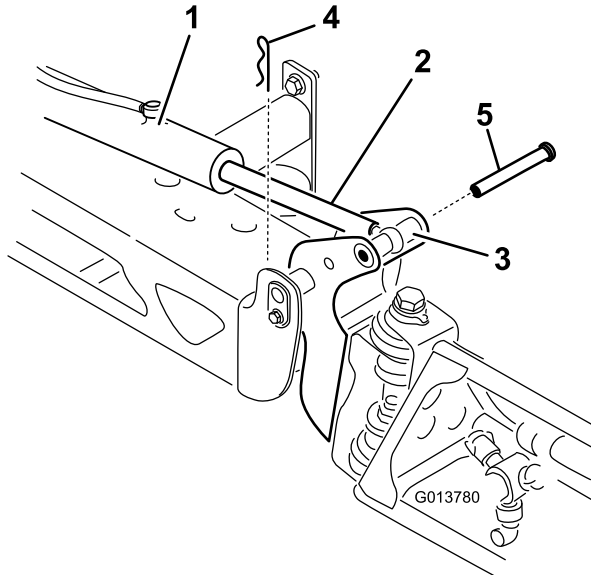

Bild 103
2. Nehmen Sie den Splint vom Lagerbolzen ab (Bild 103).
3. Heben Sie den Ausleger an und nehmen Sie den Stift ab (Bild 103), senken Sie den Ausleger dann langsam auf den Boden ab.
9. Halten Sie den Ausleger fest und stecken Sie den Stift durch das Auslegerscharnier und die Aktuatorstange (Bild 103).